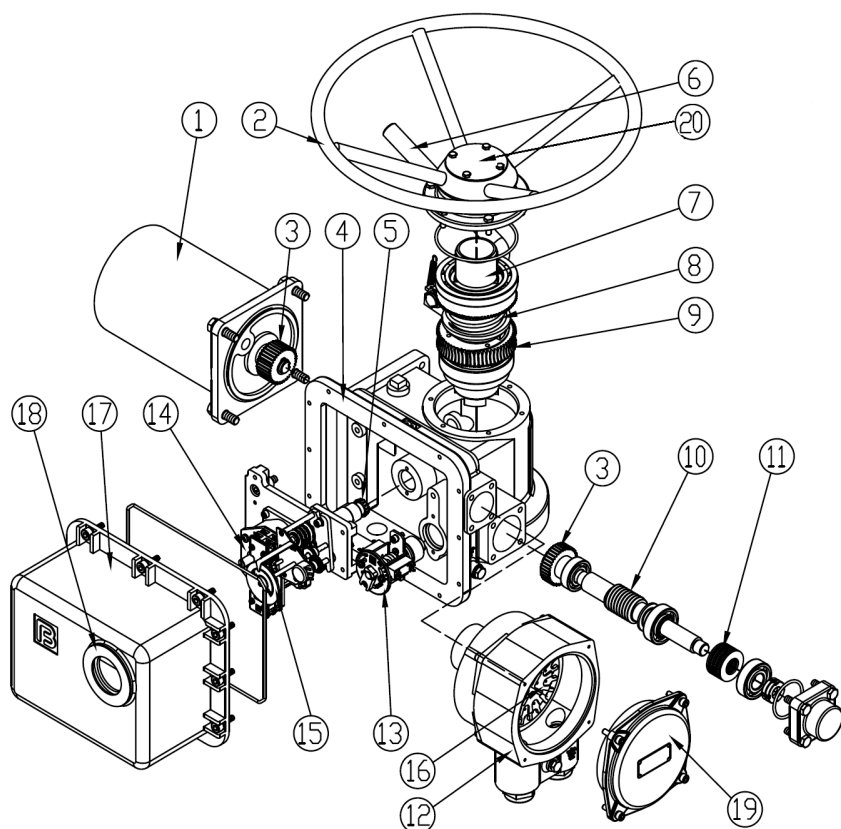

Рис.1 Электроприводы типа ГЗ-ВА, ГЗ-ВБ
## 2.1 Электроприводы типа ГЗ-ВА, ГЗ-ВБ (рис. 1)
**Двухсторонняя муфта ограничения крутящего момента** (13) (рис. 1) состоит из червячного вала (10), сбалансированного по осевым перемещениям тарельчатыми пружинами (11) и ограничителя крутящего момента с пластиной С (рис 3).
Вращение от электродвигателя (1) (рис.1) через прямозубую цилиндрическую шестерню (3) передается на червячный редуктор (9, 10), который обеспечивает вращательное движение выходного вала (7) и через кулачковую муфту преобразуется в поступательное движение штока затвора арматуры.
Ограничитель хода выходного вала (14) (рис. 1) через переходной вал (5) механически связан с выходным валом (7) электропривода. После надлежащей настройки ограничитель хода выходного вала соответствует определенным положениям затвора. При достижении затвором арматуры этих положений срабатывают соответствующие микровыключатели, отключая электропитание электродвигателя.
Индикатор положения затвора арматуры (15) (рис. 1) механически связан с ограничителем хода выходного вала. После надлежащей настройки указания индикатора соответствуют определенным положениям затвора арматуры независимо от режима работы электропривода – ручного или электрического.